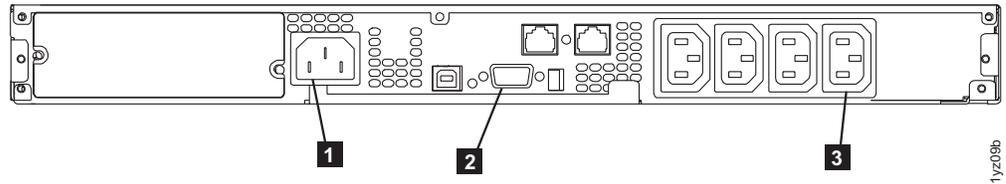

図 26. 2145 UPS-1U (背面図)
- 2145 UPS-1Uの背面で、2145 UPS-1Uの主電源コネクタを電源ソケット (43 ページの図 26 の **1**) に差し込みます。2145 UPS-1Uは待機モードであり、インディケータはすべてオフです。